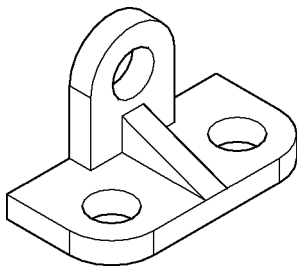

图 14-22 “隐藏”样式示例
2) 选择“视觉样式”控件→“隐藏”命令，视图样式如图 14-22 所示。